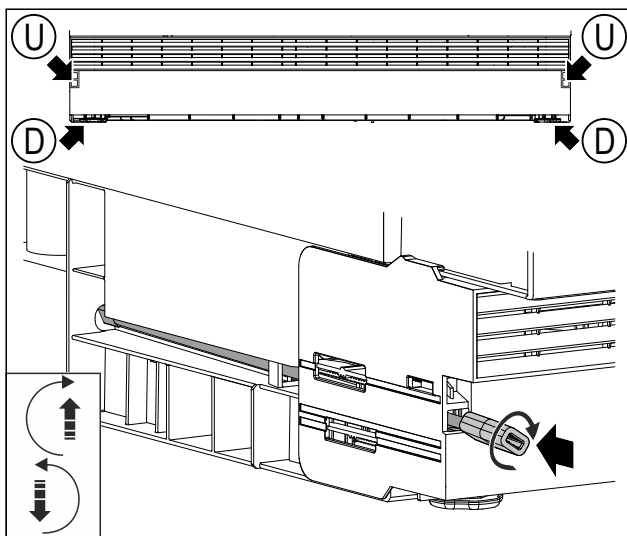

Fig. 43 Ilustrační zobrazení
- (U) Nastavení výšky vzadu (D) Nastavení výšky vpředu
- Tyč s adaptérem zasuňte do otvoru Fig. 43 (U).